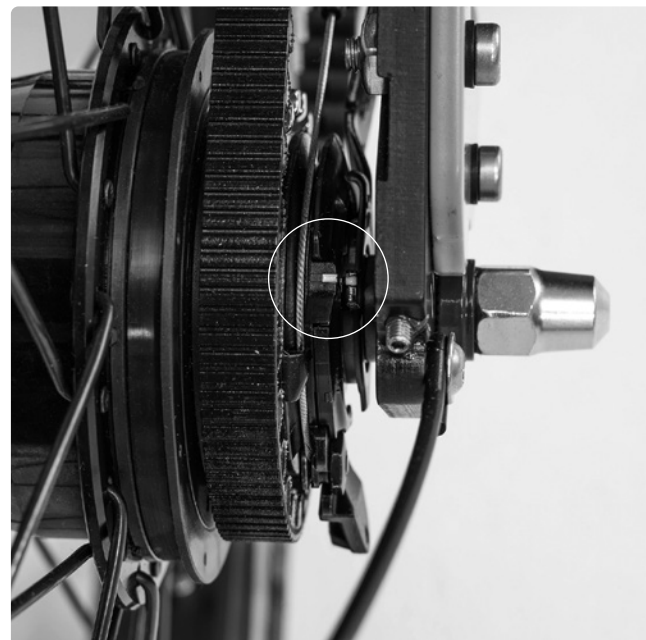

ABB. 44
- 3 Hören Sie auf zu drehen, wenn sich die beiden gelben Markierungen wieder auf einer Höhe befinden (Abb. 44).